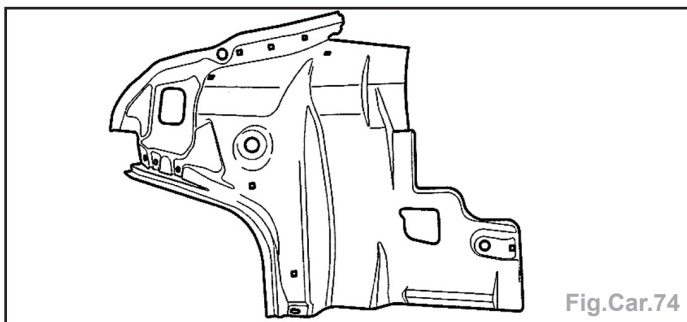

Fig.Car.74
- Préparer et percer au $\varnothing 7 \text{ mm}$ la pièce neuve pour le soudage par bouchonnage (Fig.Car.74).